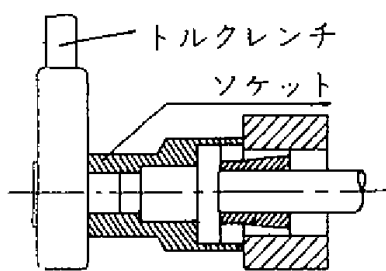

図2 取付け(A)
4. ナットを、トルクレンチを用いて所定の締付トルクMA (MAの値は表1をご参照ください) で締付けてください。(図2、3参照)